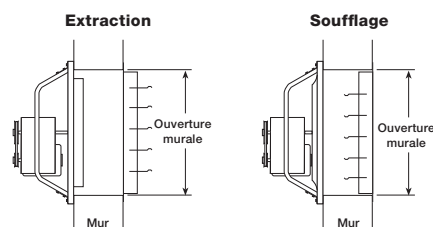
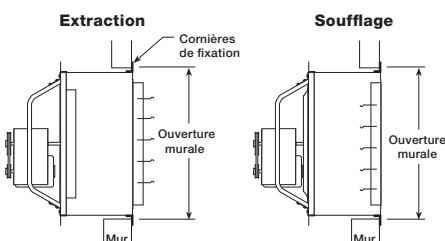
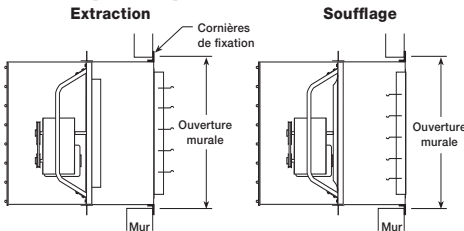
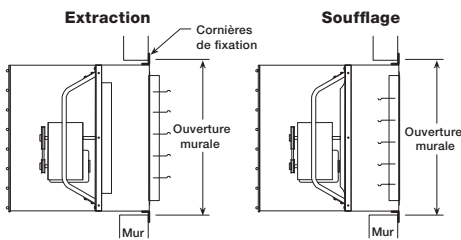

Figure 3 — Pose murale directe
Figure 4 — Pose avec manchon mural
Figure 5 — Pose avec manchon mural et grille
Figure 6 — Pose avec caisson mural
1. Amener le ventilateur à l'emplacement souhaité et déterminer par quelle méthode il doit être posé comme indiqué sur les Figures 3, 4, 5 et 6 aux pages 4 et 5. Le manchon mural en option (Figure 4), le manchon mural et la grille (Figure 5) ou le caisson mural (Figure 6) constituent des moyens pratiques de pose murale des ventilateurs.
3. La Figure 3 montre l'ouverture murale conseillée pour les poses murales directes.
4. La Figure 4 montre l'ouverture murale requise pour les poses avec un manchon mural.
5. La Figure 5 montre l'ouverture murale requise pour les poses avec un manchon mural et une grille.
6. La Figure 6 montre l'ouverture murale requise pour les poses avec un caisson mural.